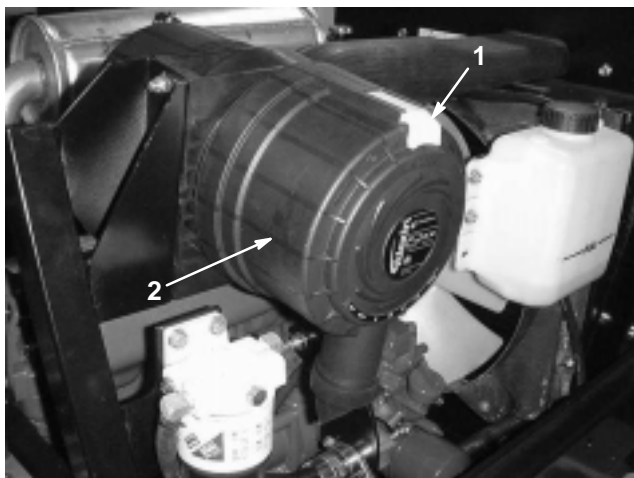

Figure 28
Faites l'entretien des filtres à air quand l'indicateur de colmatage (Fig. 28) est rouge ou toutes les 400 heures (plus souvent s'il y a beaucoup de poussière ou de saleté). N'effectuez pas l'entretien du filtre à air plus souvent.
1. Tirez le verrou vers l'extérieur et tournez le couvercle du filtre à air dans le sens anti-horaire. Enlevez le couvercle (Fig. 28) et nettoyez l'intérieur.
8. Réarmez l'indicateur de colmatage (Fig. 28) s'il est rouge.